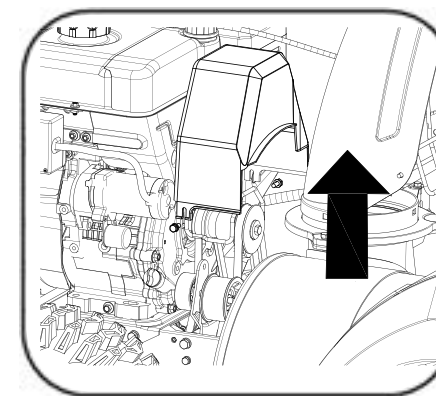

Рисунок 14
**ПРИМЕЧАНИЕ:** Слейте топливо из снегоуборщика или поместите пластик под вентиляционный клапан (см. Рисунок 14).